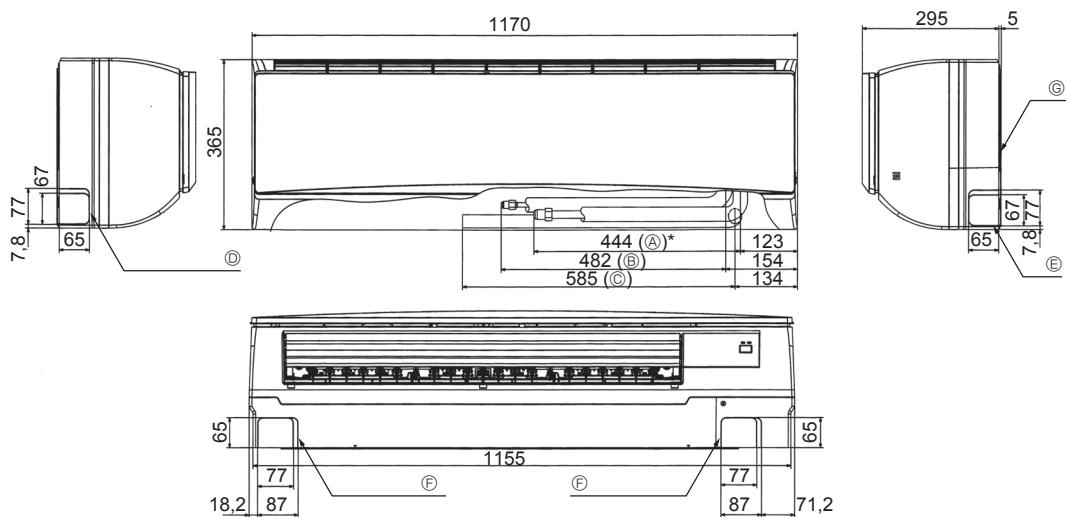

Fig. 4-3
4.4. Plassering av kjølemiddel- og avløpsrør (Fig. 4-3)
- Ⓖ Festebord ①